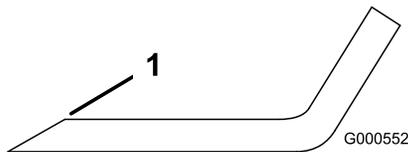

図 69
1. ブレードは、両端部の刃先をやすりで磨く 図 69。
**注** もし傾くようなら、重い方のセイル部を少し削って調整します 図 69。